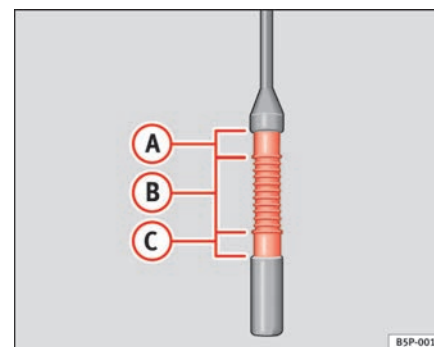

Abb. 158 Ölmesstab ▶
- Den Messstab anschließend wieder herausziehen und den Ölstand ablesen ⇒ Seite 231, Abb. 158. Füllen Sie gegebenenfalls Motoröl nach.